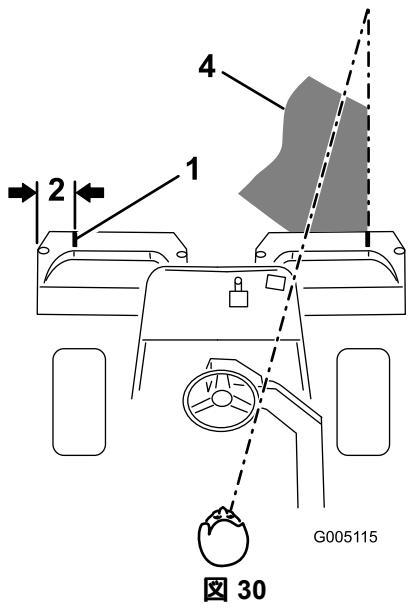
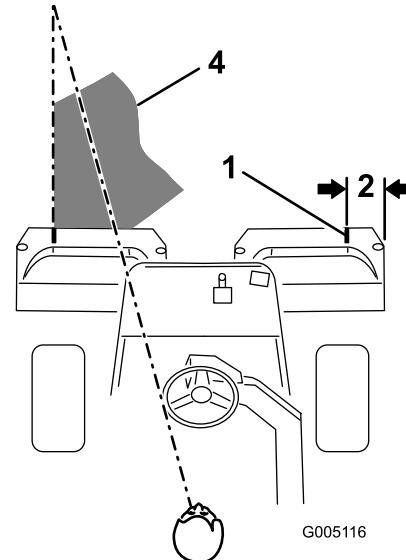

図 30
図 31
2. その位置に白色テープか白ペンキで集草箱の縁と平行に目印を入れる図30。
3. 行きと帰りでのオーバーラップができるだけ小さくなるように運転します。グリーン内をぶれずにきれいに直進し、刈り込みの済んだ列との距離を一定に保って走るためには、車体前方 1.8 から 3 m のところに視線を置いて、刈り込み済みの済んでいる列にラインを合わせるようにするのがコツです図 30 および図 31。ハンドルを目印にして距離を合わせても良いでしょう。その場合、ハンドルの縁と本機前方の目標ラインとを重ねて見ながら運転します(図 30 と図 31)。